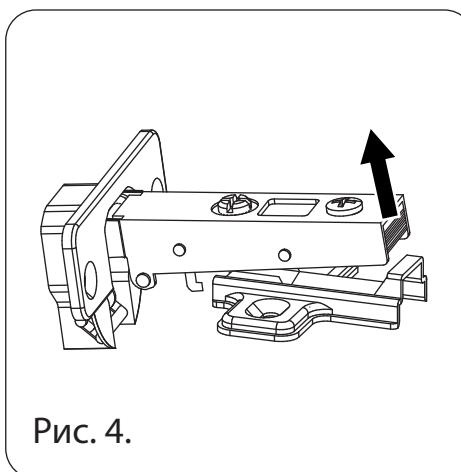

Рис. 4.
2. Отщелкните петлю от ответной планки (см. рис. 4).
После регулировки закрепите направляющие саморезами (см. рис. 4.)